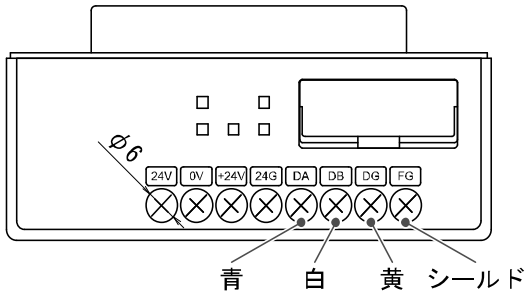

図 1
- (1) 信号線は、指定の端子に必ず配線してください。(図 1 参照)